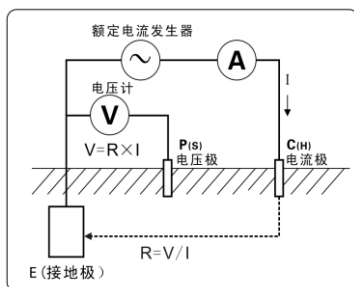

图 1（接地测量原理图）
2. 接地电阻测量采用额定电流变极法，即在测量对象 **E** 接地极和 **C(H)** 电流极之间流动交流额定电流 I ，求取 **E** 接地极和 **P(S)** 电压极的电位差 V ，并根据公式 $R=V/I$ 计算接地电阻值 R 。为了保证测试的精度，设计了四线法，增加 **ES** 辅助接地极，实际测试时 **ES** 与 **E** 夹在接地体的同一点上。四线法测试能消除被测接地体、辅助接地棒、测试夹、仪表输入接口表面之间的接触电阻(通常有污垢或生锈)对测量的影响，能消除线阻对测量的影响，更精密。如图 1。